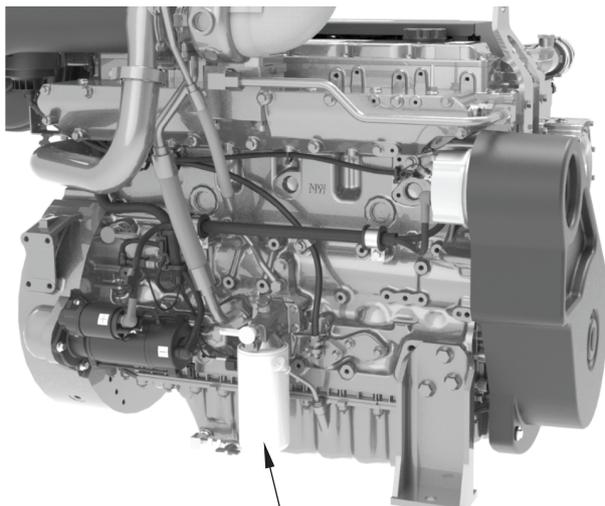
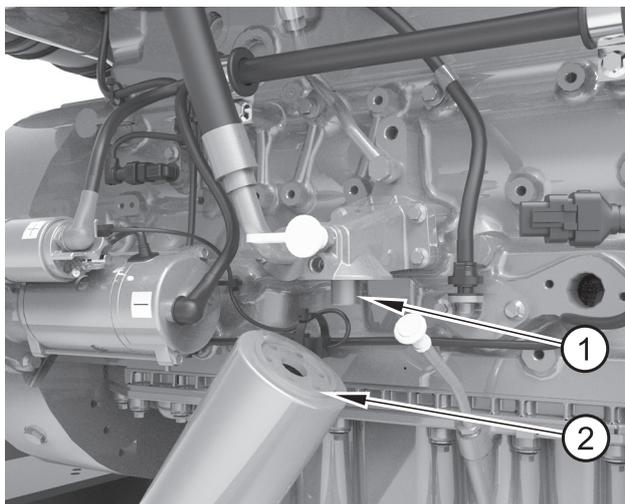

Abbildung 31
Abbildung 32
2. Entfernen Sie das Ölfiltergehäuse (Abbildung 31, Nummer 1) mit einem Bandschlüssel oder einem ähnlichen Werkzeug. Stellen Sie sicher, dass der Anschlussnippel (Abbildung 32, Nummer 1) fest am Filterkopf befestigt ist. Entsorgen Sie dann das Ölfiltergehäuse.